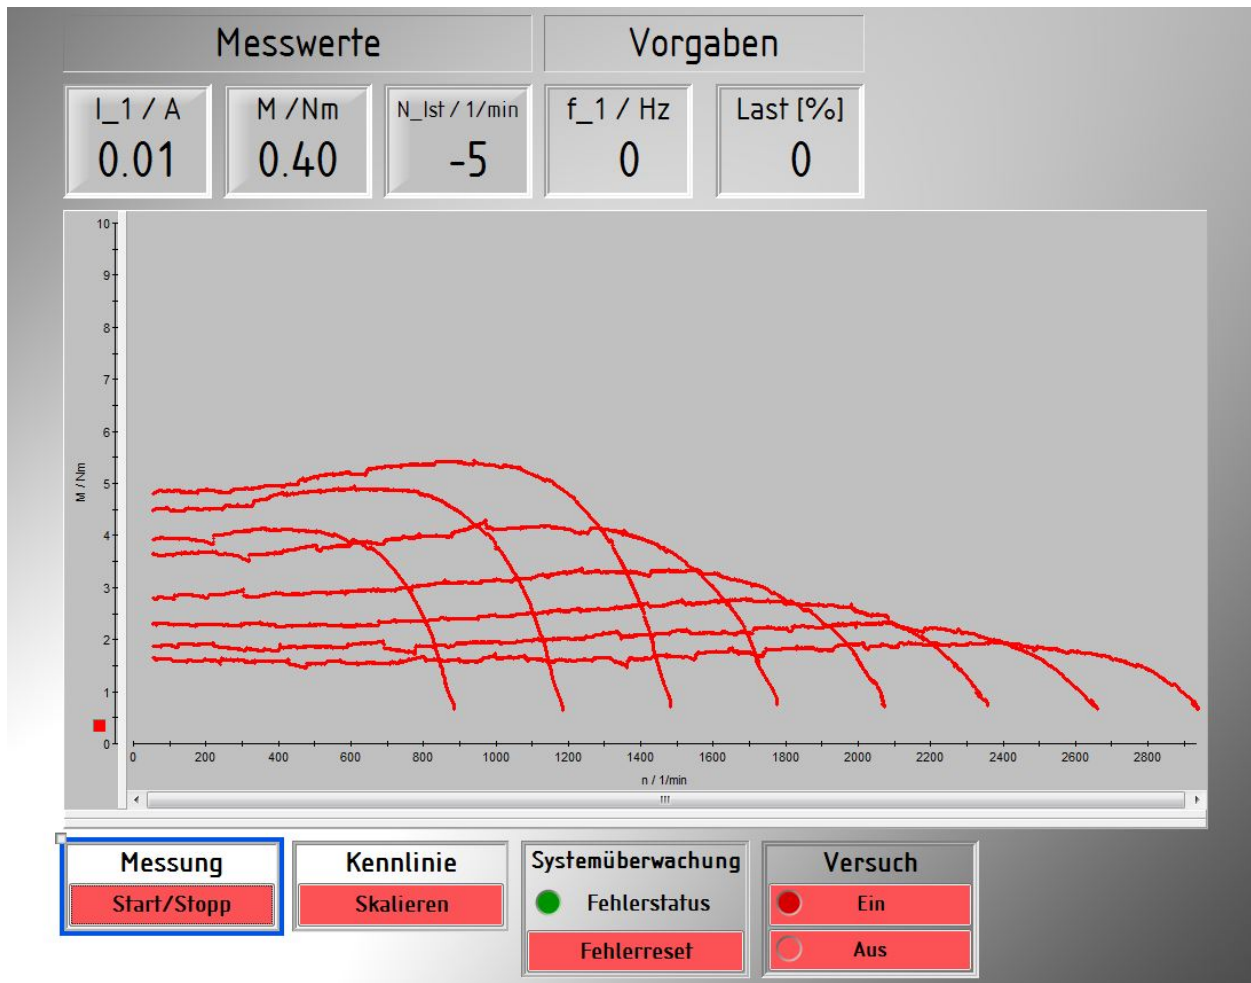
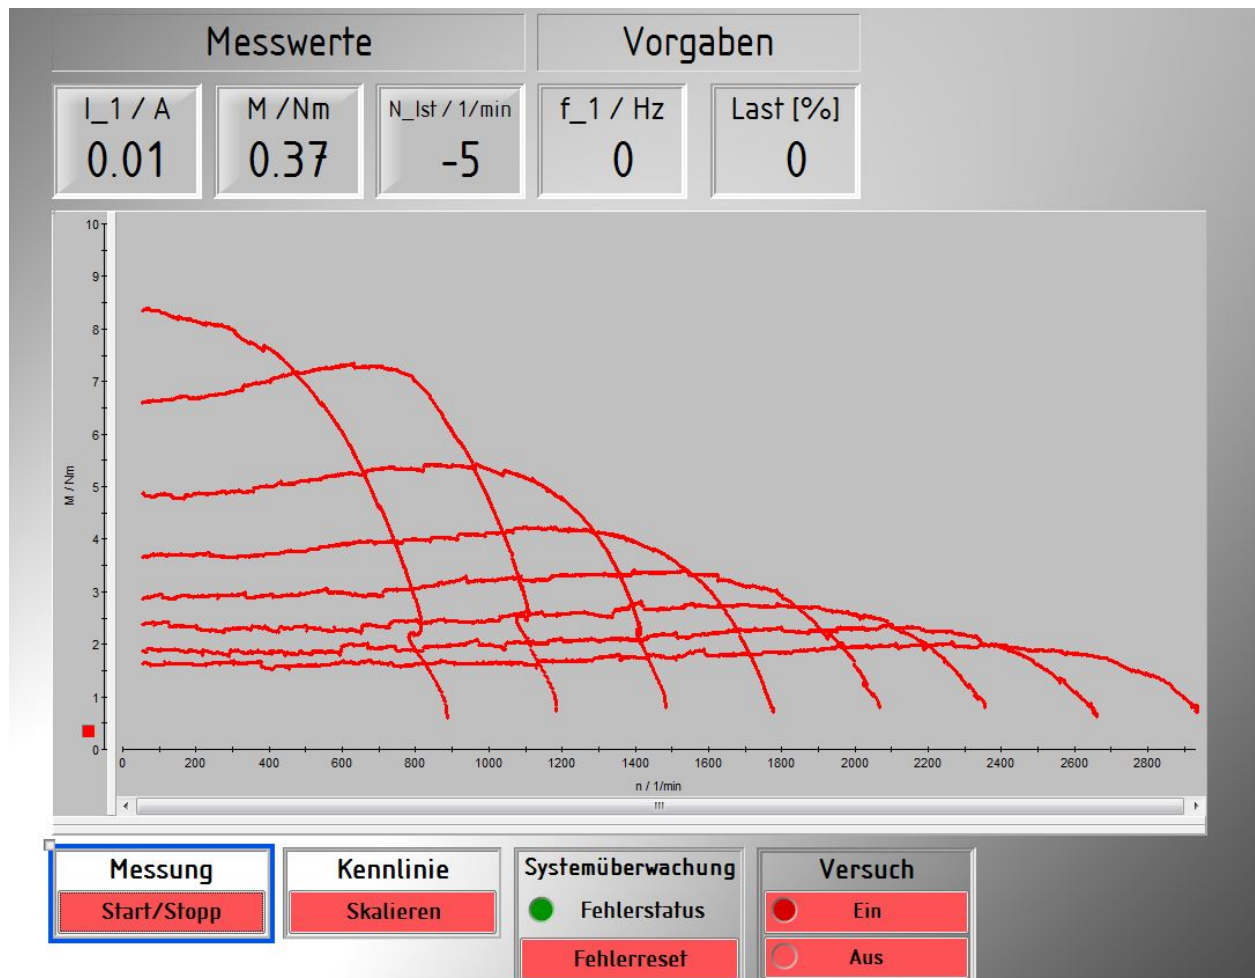

Abbildung 7.1: Kennlinie ohne Korrektur
Abbildung 7.2: Kennlinie mit Korrektur
d) In Abb. 7.1 kann man sehr leicht erkennen, dass das gewünschte Drehmoment aufgrund des Statorwiderstandes nicht erreicht werden kann. Durch die Korrekturmaßnahmen liegen die Kennlinien in Abb. 7.2 höher, allerdings nur vier der Kennlinien. Dies liegt daran, dass wir einen Spannungsabfall detektieren, und darauf mit einer Erhöhung der Spannung reagieren, dies funktioniert natürlich nur im Bereich zwischen 0 und 50 Hz, weil wir danach die Spannung nicht noch weiter erhöhen können.